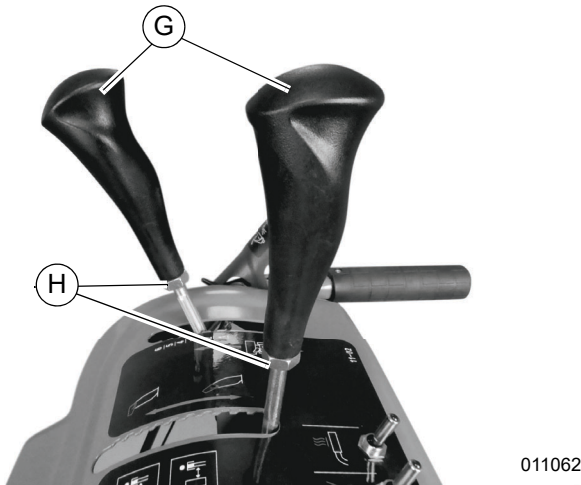

Figura 2-16. Instalación de las empuñaduras de la palanca
17. Suelte la contratuercas superior (E), deslice la parte roscada del cable del deflector en el soporte (F) y apriete las dos contratuercas contra el soporte con dos llaves de 13 mm.
18. Consulte la **Figura 2-16**. Atornille las empuñaduras (G) en las palancas de cambio y del deflector y apriete las contratuercas (H) con una llave de 17 mm.